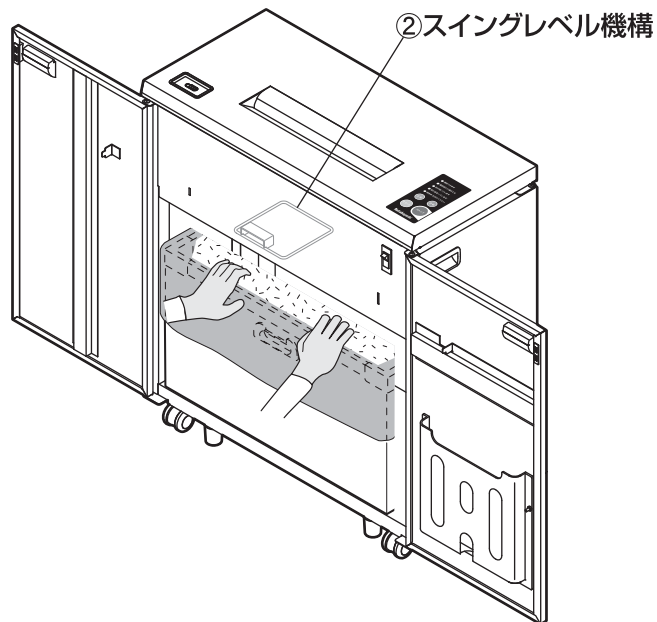

図7 細断紙片の押し下げ
1. 右扉⑧と左扉⑨を開けて電源スイッチ①の下側を押して電源を切ってください。
2. チップボックス⑱上部の細断紙片を、手で押し下げてください。 図7 参照
3. チップボックス⑱を引き出し、細断紙片を処理してください。 P12『細断紙片の処理方法』参照
4. 電源スイッチ①の上側を押して電源を入れて、右扉⑧と左扉⑨を閉めてください。